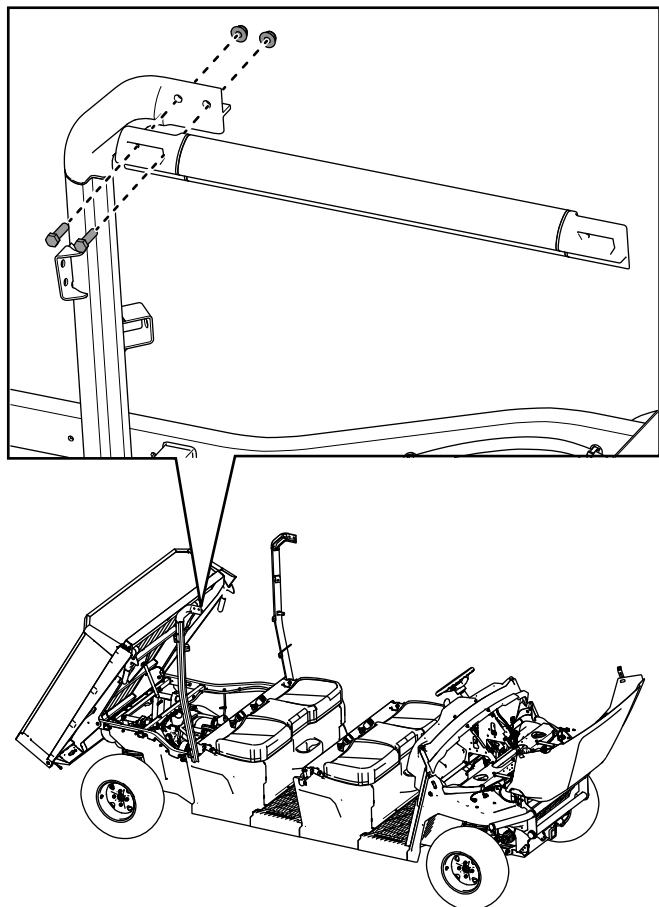

Figure 37
8. Fixez légèrement le connecteur de la barre droite de l'arceau de sécurité à la barre arrière droite à l'aide de 2 boulons à tête hexagonale ($\frac{3}{8}$ " x $1\frac{1}{4}$ ") et de 2 contre-écrous ($\frac{3}{8}$ "), comme montré à la Figure 37.